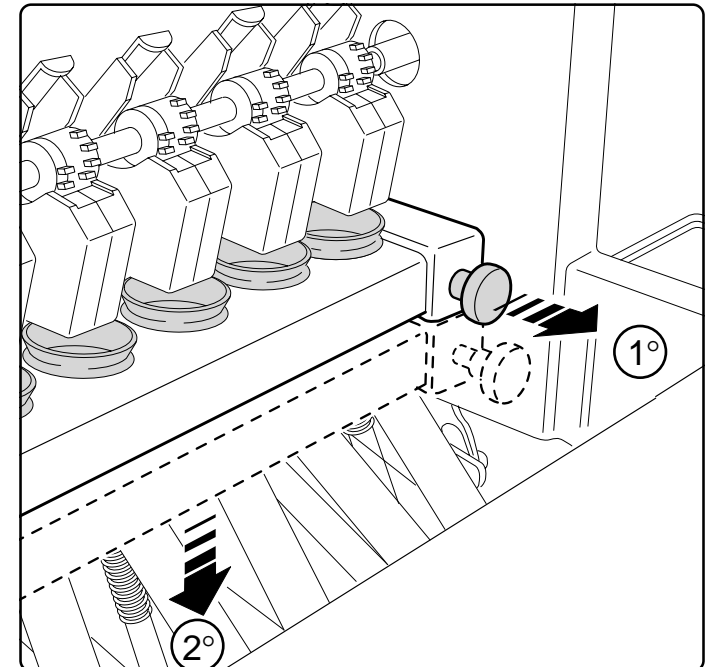

Fig. 27
- sganciare la bussoliera (Fig. 27):
- *Release the bush-holder (Fig 27):*
- den Buchsenträger aushängen (von Abb. 27):
- *décrocher le porte-douille (Fig. 27):*
- desenganchar el portaforro (Fig. 27):